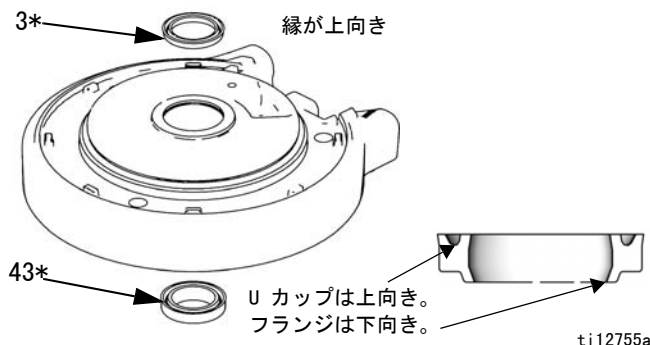

図 8: エアモーター U カップの取り付け
1. O リング (9*) を潤滑して上部カバー (13) に取り付けます。
2. シリンダ (11) の内部を潤滑します。シリンダ (11) を上部カバー (13) の上に下げます。
3. O リング (8*) を潤滑し、ピストン (5) の周りを取り付けます。
4. ピストンアセンブリ (5) をシリンダ (11) 内に下にスライドさせます。O リング (9*) が固定されていることを確認してください。
5. 図 8 を参照してください。新しいフランジ付き U カップシール (43*) を潤滑して、下部カバー (1) のベアリングの下部に取り付けます。U カップは上向きで、フランジは下向きである必要があります。新しい U カップシール (3*) を潤滑して、ベアリングの上部に取り付けます。縁は上向きである必要があります。
① 25-30 フィート・lbs (34-40 Nm) のトルクを与えます。
② 潤滑油を塗ります。
③ U カップは上向きです。フランジ（下部のシールのみ）は下向きです。図 8、12 ページを参照してください。